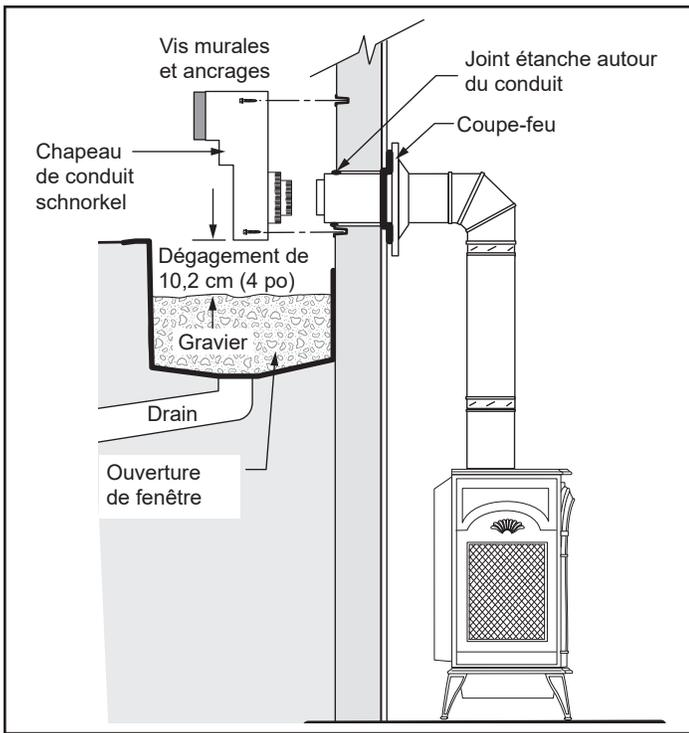

Figure 3.16 - Installation de l'ensemble schnorkel.
2. Creusez le sol jusqu'à une profondeur d'environ 406 mm (16 po) sous la base du schnorkel. Installez un encadrement de soupirail (non compris). Remplissez ensuite le trou d'une couche de 305 mm (12 po) de gravier grossier en prenant soin de prévoir un dégagement d'au moins 102 mm (4 po) sous le schnorkel (figure 3.16).